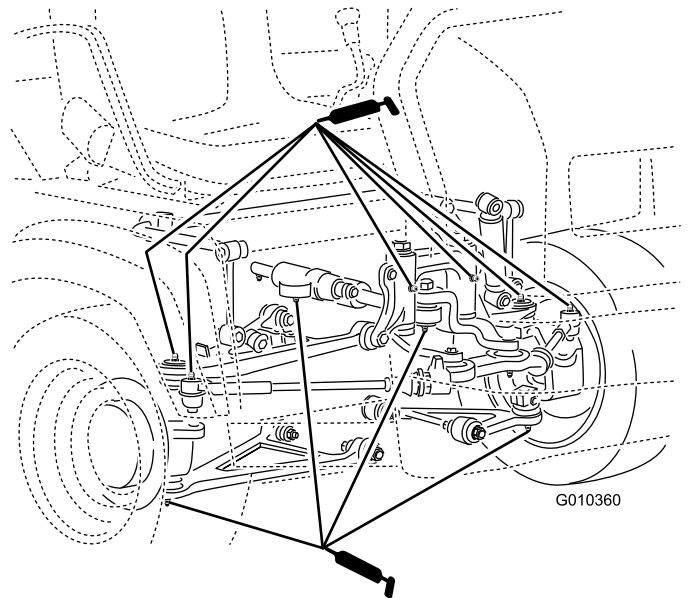

Bild 29
- **Kugelgelenke(4)**, siehe Bild 29
- **Spurstangen (2)**, siehe Bild 29
- **Schwenkhalterungen (2)**, siehe Bild 29
- **Lenkzylinder (2)**, siehe Bild 29